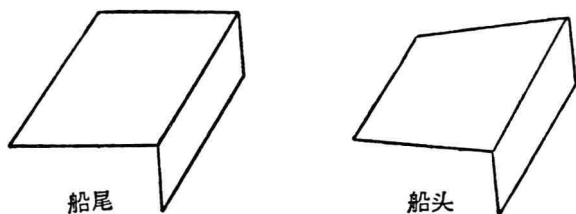
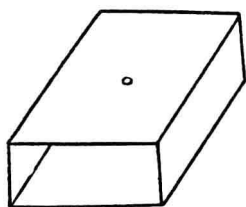

图 1
图 2
1. 用一只火柴盒的壳子,按图1所示剪开,一半做船头,一半做船尾,一半做船尾。在另一只火柴盒外壳的中心钻上一小孔,如图2所示。在这个火柴盒的两侧,用浆糊粘上两只火柴盒的芯子,在两只芯子的两侧再粘上船头和船尾,即成船体骨架(图3)。